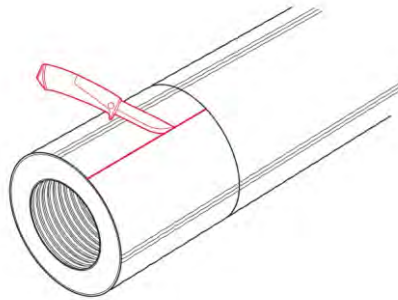

Рис. 3.6.3
3. Ножом или ножовкой разрезать защитную оболочку от поперечного надреза до торца трубы (рис. 3.6.3).